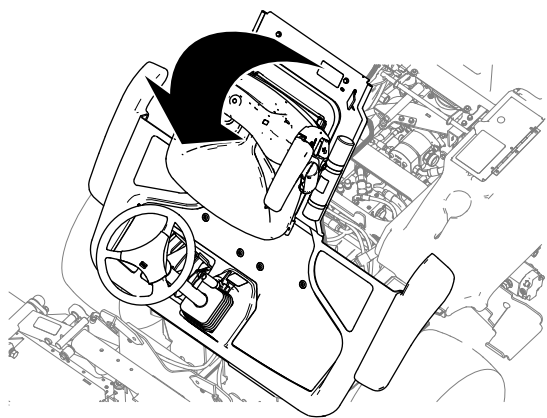

Figure 49
2. Relevez la plate-forme (Figure 49).